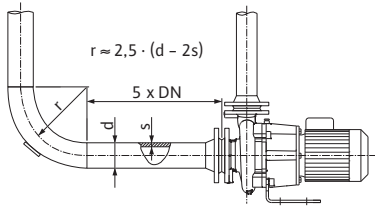

Fig. 3: Pompa öncesi ve sonrasında sakinleştirme hattı
- Pompanın öncesinde ve sonrasında düz boru şeklinde bir yerleştirme bölümü bulunmalıdır. Bu yerleştirme bölümünün uzunluğu pompa flanşının en az 5 x DN oranında olmalıdır (bkz. Fig. 3). Bu ölçüm, akış oyuğunun önlenmesini sağlar.